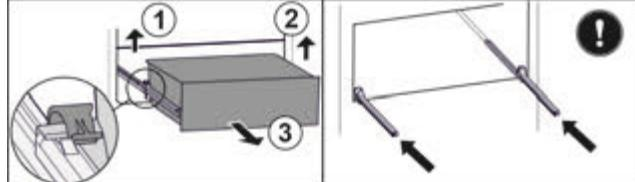

Fig. 96
- Підняти лівий затискач і одночасно висувний ящик ліворуч потягнути вперед. Fig. 96 (1)
- Підняти правий затискач і одночасно висувний ящик праворуч потягнути вперед. *Fig. 96 (2)*
- Вийняти висувний ящик рухом вперед. *Fig. 96 (3)*